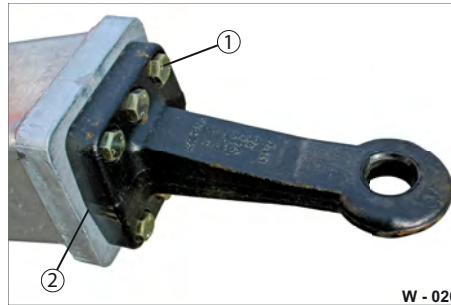

Abb. 20 Zugösen-Anbindung
- ▶ Ziehen Sie die Schraubbolzen (Abb. 20/1) kreuzweise nach.